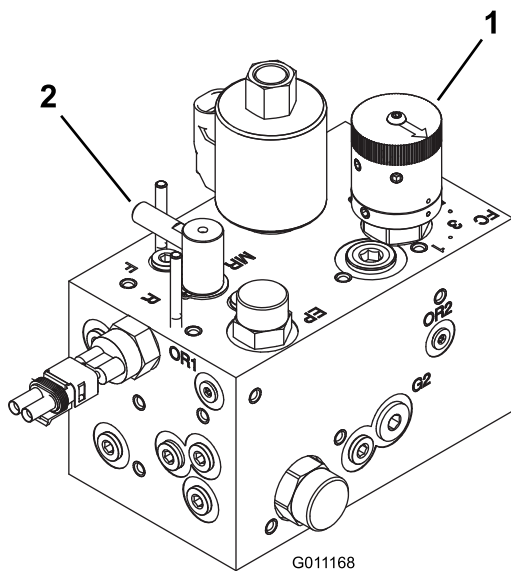

Figura 39
3. Rode o manípulo de controlo da velocidade dos cilindros (Figura 39) para o número da velocidade do cilindro determinado no passo 1.